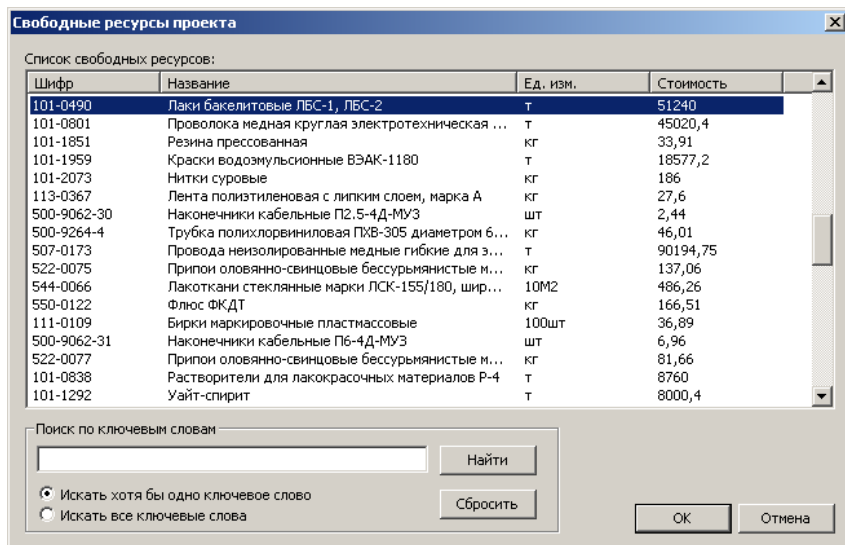

Рис. 3.13 Диалоговое окно «Свободные ресурсы проекта».
1. В открывшемся диалоговом окне «*Свободные ресурсы проекта*» (Рис. 3.13) выберите нужный ресурс.